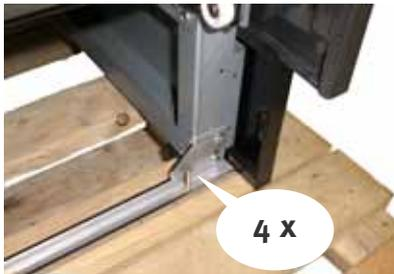

Fig. 1
2. Rimuovere le viti di fissaggio per il trasporto (4 pezzi) (fig. 1)